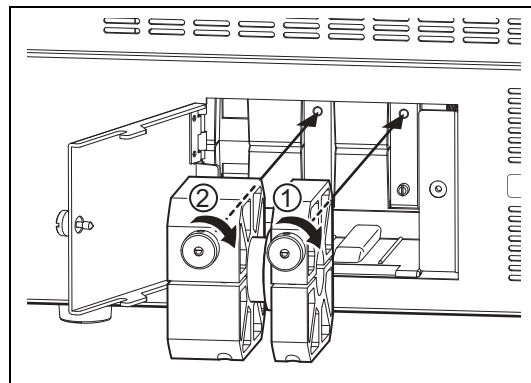

Figura 6.4
- 1** Țineți cartușul lămpii astfel încât cele două șuruburi ale cartușului lămpii să se afle în partea din față și introduceți-l complet în locaș, ținându-l în poziție dreaptă. (Consultați Figura 6.4.)